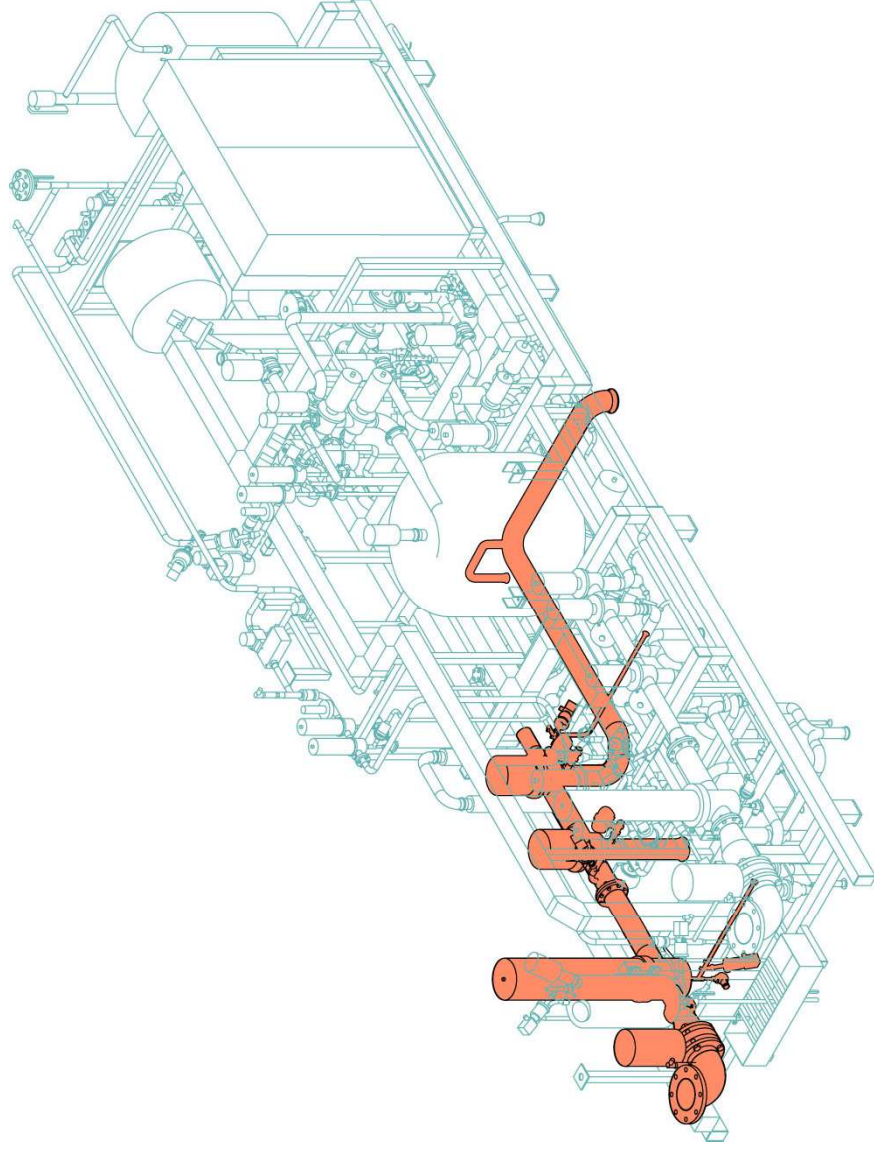

Bild 6-52
- Verdrängungsluft (Bild 6-52)